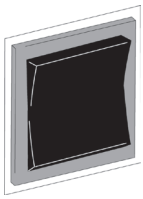

Afb. 7
5. Plaats de bypass-slang in een emmer voor verontreinigd water (afb. 7).
7. Haal de aanzuigbuis uit de verfemmer en plaats hem in een emmer met spoelvoestof (afb. 7). Gebruik water voor materialen op waterbasis en gebruik oplosmiddel dat geschikt is voor het materiaal voor oplosmiddelhoudende materialen.